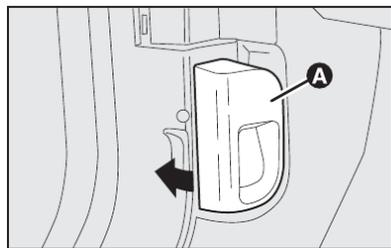

fig. 113
- 1) puxar a alavanca **A**-fig. 113.